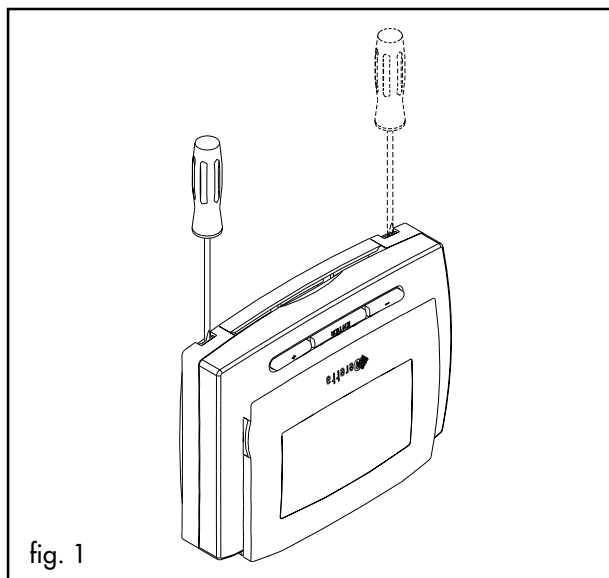

fig. 1
- separare il pannello comandi premendo i ganci in plastica con un cacciavite (fig. 1)